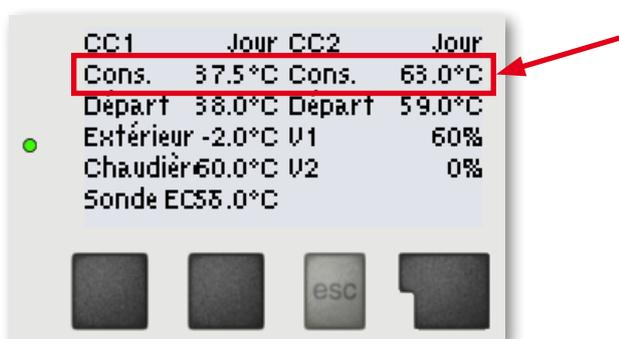

Fig. 7
Le module **Logico** gère la chaudière et sa pompe de circulation externe (lorsqu'elle n'est pas intégrée dans la chaudière elle-même) en fonction de la valeur la plus élevée des températures calculées pour le circuit mélangé ① et le circuit direct ② (Fig. 7).